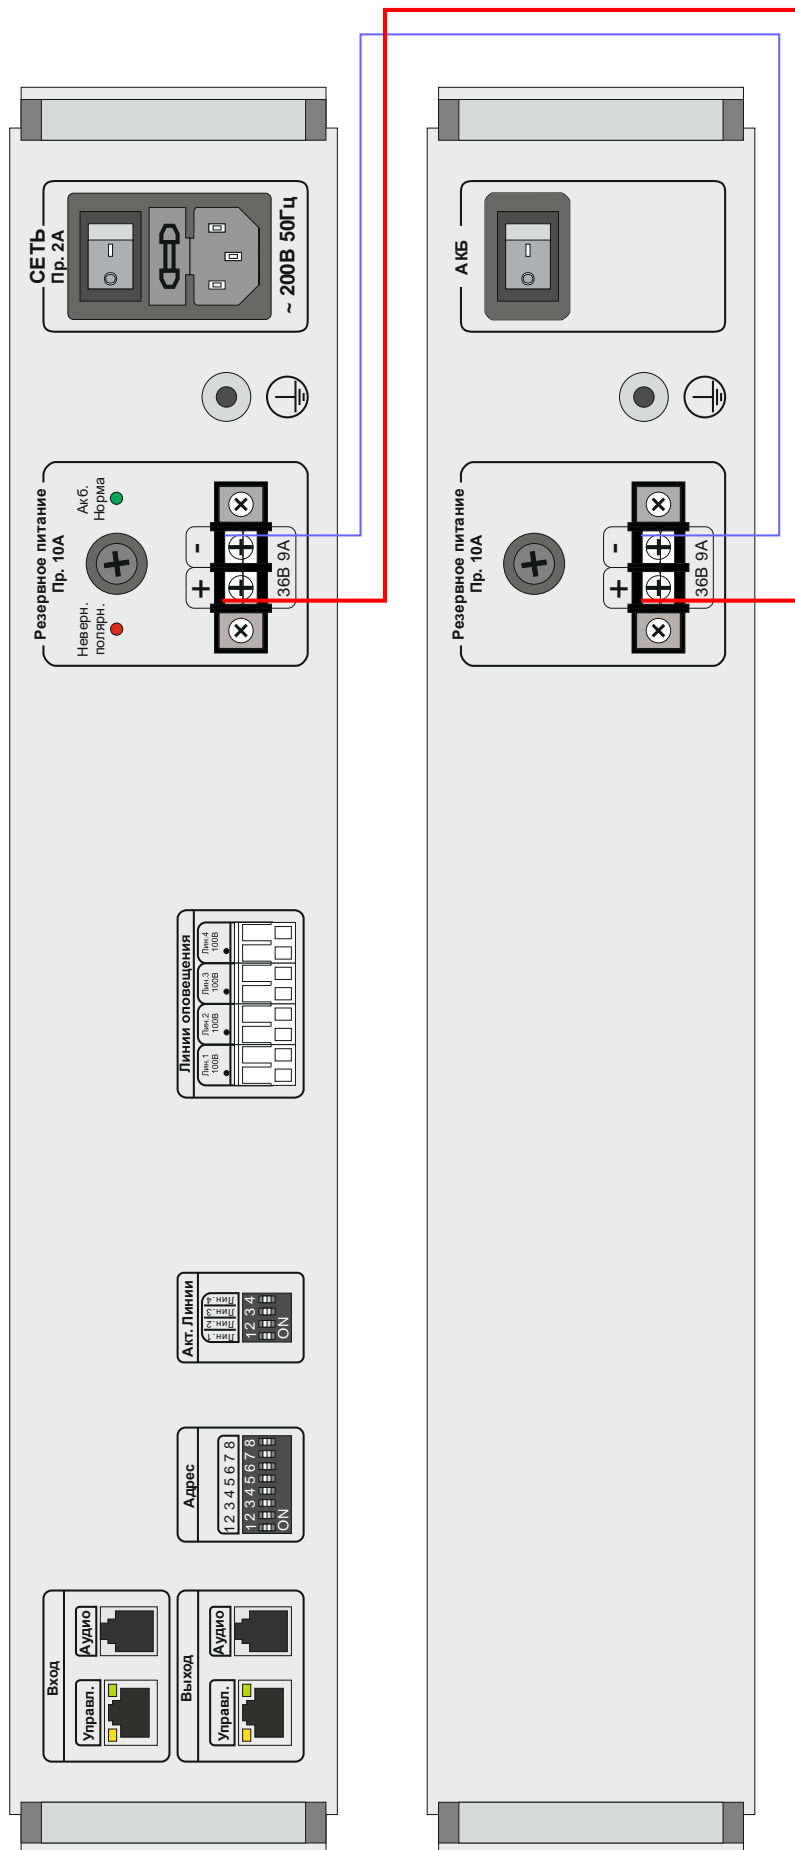

Рис. 2.8. Подключение к устройству БП-36/07 или БП-36/14
2.3.2.6 Производят подключение к *устройству* следующих внешних цепей (см. Рис. 1.1, Рис. 2.8, а также "ПРИЛОЖЕНИЕ Б. ПРИМЕР ПРИМЕНЕНИЯ УСТРОЙСТВА"):
- цепей резервного электропитания (при использовании блока БРП-36/07 (БРП-36/14) руководствоваться схемой на Рис. 2.8).